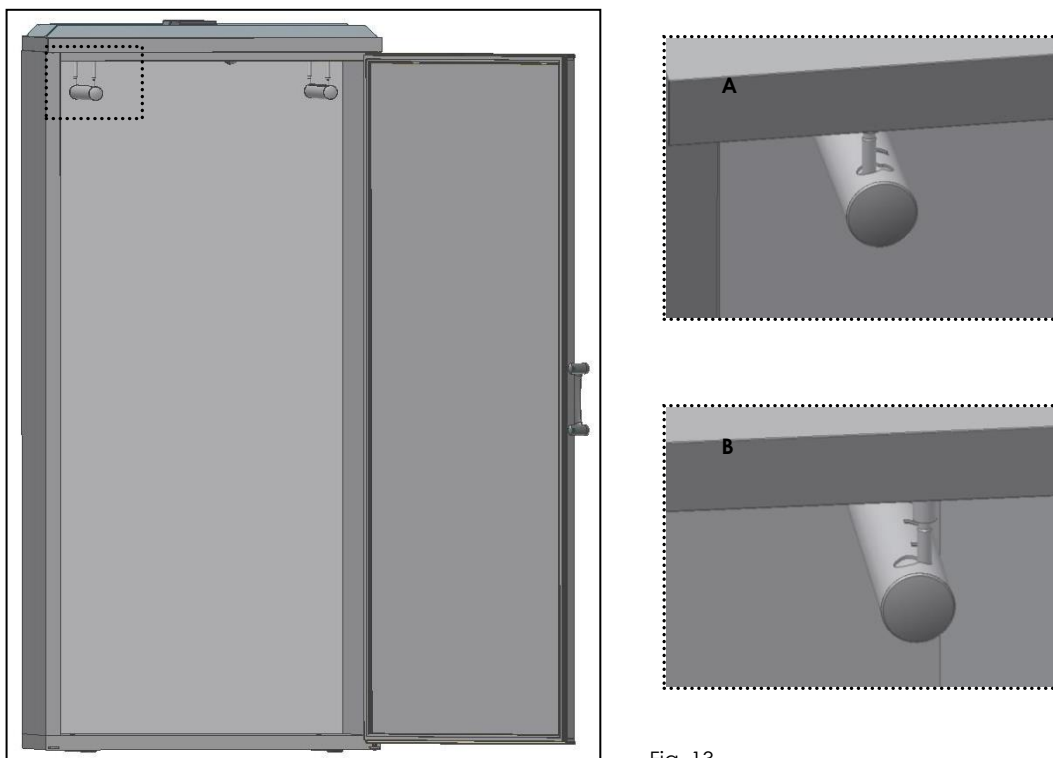

Fig. 13
- Fixer les **tubes latéraux** dans les supports (A) et tourner dans la position définitive (B) (Fig.13);